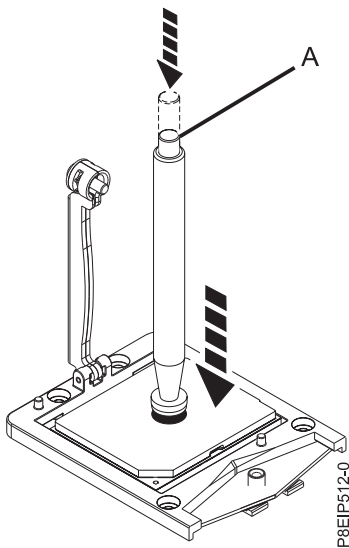

図 36. 取り外しツールをシステム・プロセッサ・モジュールの上を下ろす
7. 真空ペン・ツールを、取り付けるシステム・プロセッサ・モジュールの上を下ろします。ペン (A) の上部を完全に押し込み、ペンをシステム・プロセッサ・モジュールの中央に保持します (図 36 を参照)。ペンの上部を放して、ペンをシステム・プロセッサ・モジュール上に固定します。